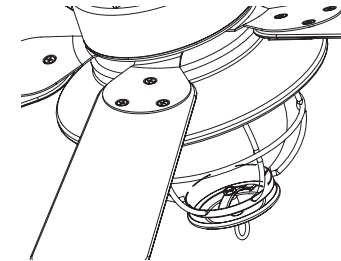

Figura 9c - Instalación del florón
4. Instale el florón en la parte inferior del conjunto de la pantalla, como se muestra en la Figura 9c. Mirando al conjunto a través de la pantalla, coloque en alineamiento el brazo del florón con las pestañas en la parte inferior del conjunto de la pantalla.